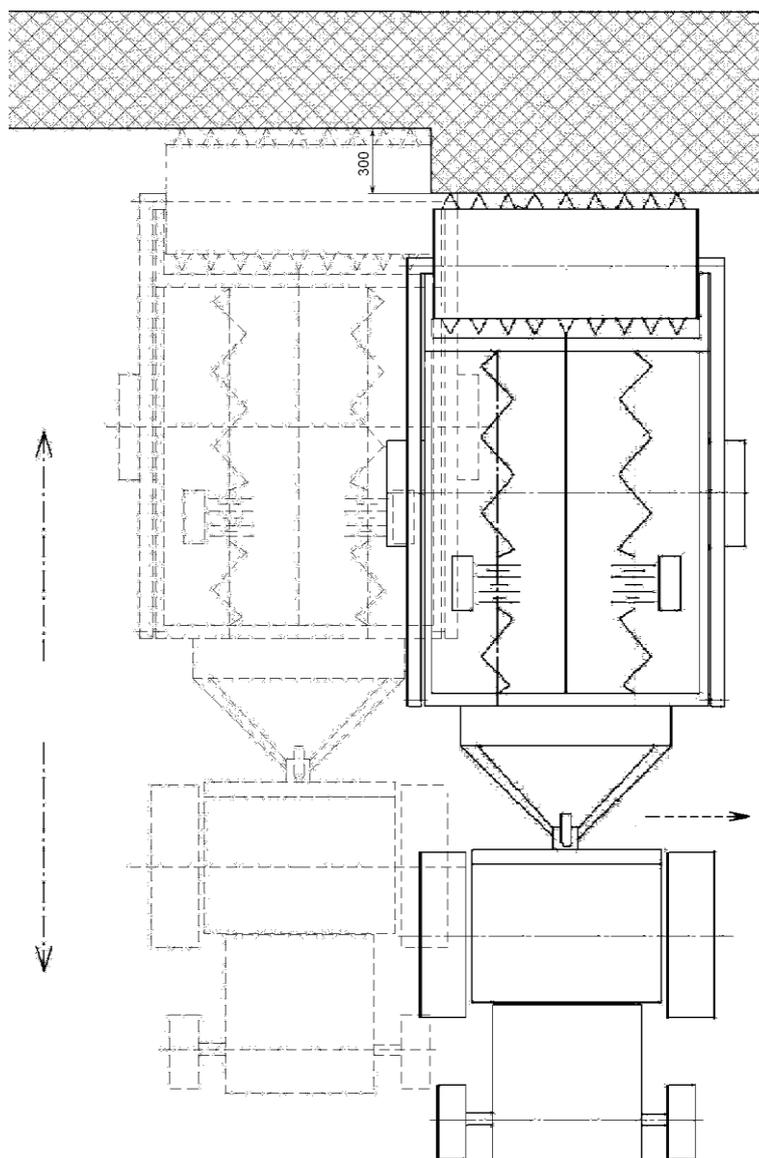

Рисунок 5.1 – перемещение погрузчика-раздатчика при самозагрузке
- по достижении устройством погрузочным крайнего нижнего положения, используя соответствующие рукоятки на пульте управления гидрораспределителями вернуть устройство погрузочное в верхнее положение, остановить вращение фрезы и переместить трактор с погрузчиком-раздатчиком в параллельный ряд для самозагрузки следующей порции корма (рисунок 5.1);